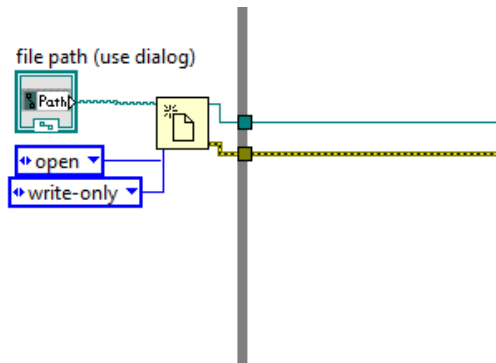

Рис.6.4. Опрацювання елемента «Open»
7. Для елемента «Open» для входу «file path» створити контроль, для входу «operation» створити константу а для входу «access» також константу та змінити її на «write-only». Приклад створення зображений на рис.6.4.